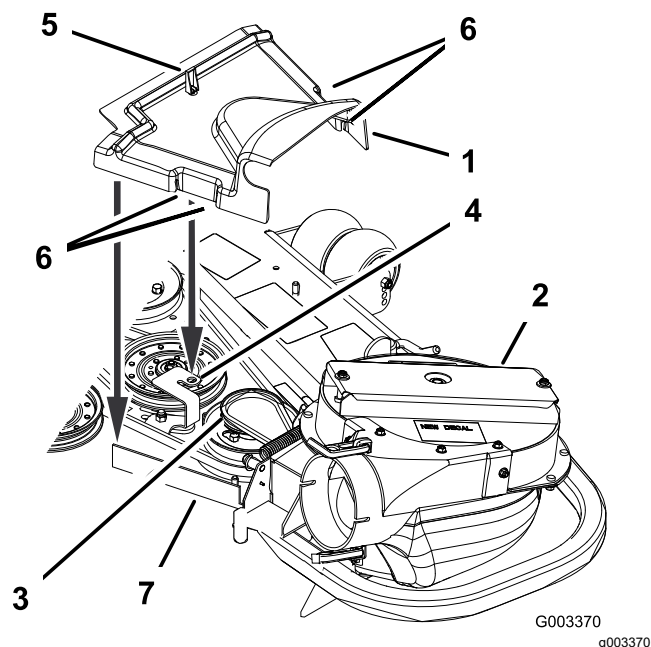

Figura 26
2. Instale la nueva cubierta de la correa de manera que las muescas de cada lado pasen por encima de los soportes de la cubierta de la correa, y enganche el cierre (Figura 26).